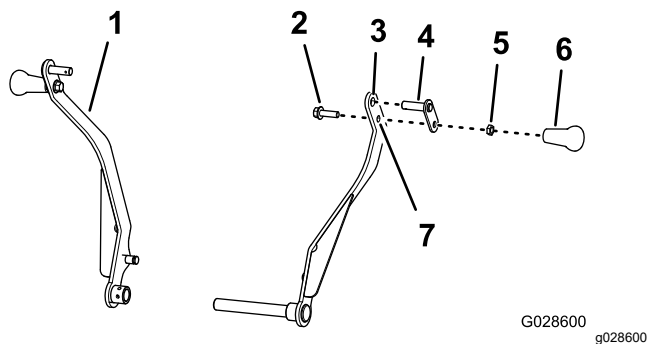

图 15
1. 穿过托架臂上的上孔组装枢轴销图 15。
3. 将螺栓 $\frac{3}{8}$ x $1\frac{1}{4}$ 英寸穿过托架臂的下孔和枢轴销图 15 的卡环与锁紧螺母 $\frac{3}{8}$ 英寸组装在一起然后上紧锁紧螺母扭矩至 1517 N·m。
4. 将手柄拧到螺栓 $\frac{3}{8}$ x $1\frac{1}{4}$ 英寸上然后拧紧手柄使其抵靠锁紧螺母最后用手拧紧手柄图 15。
5. 对另一个托架臂重复步骤 1 至 4 图 15。